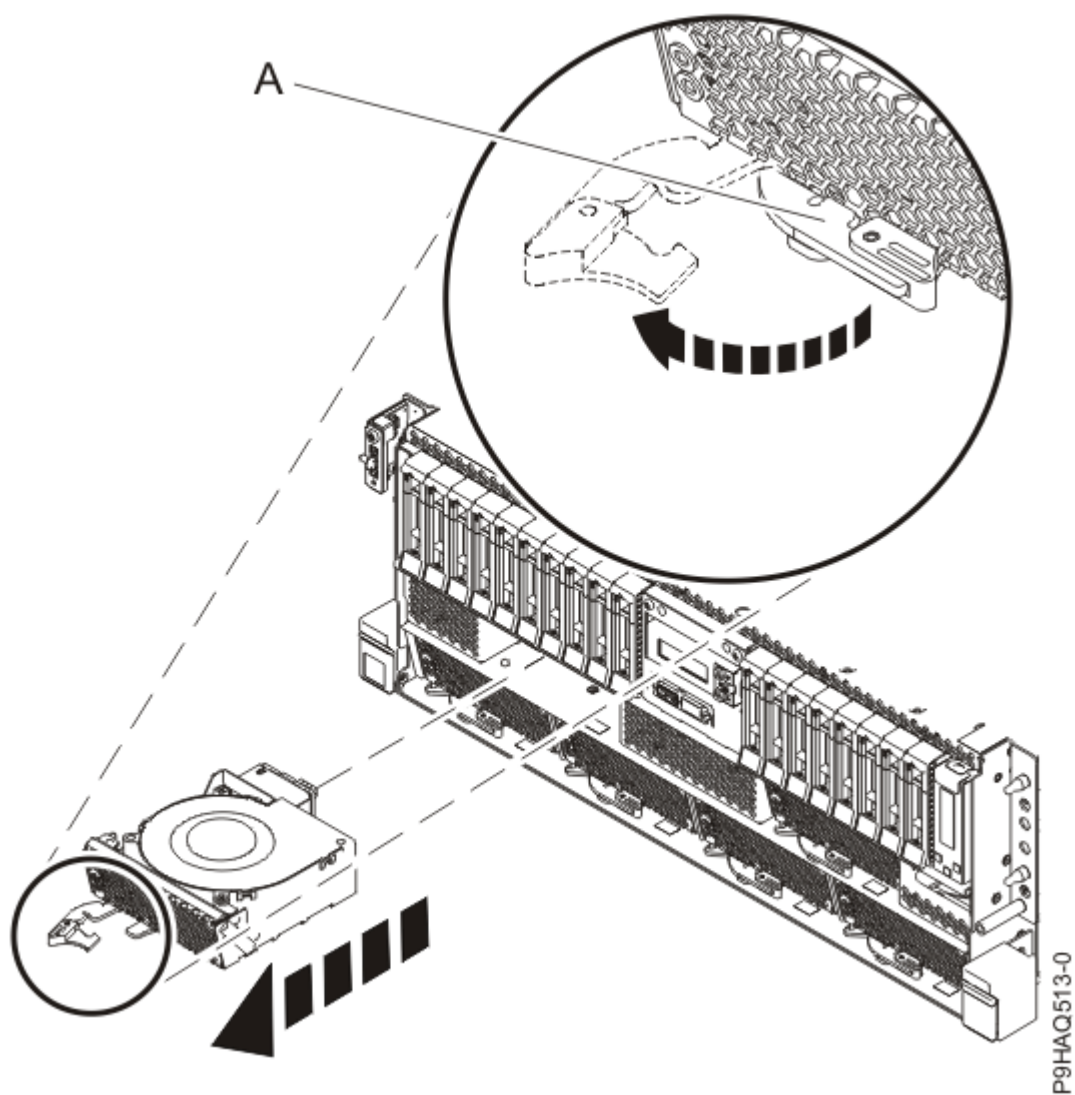

図 24. システムからのファンの取り外し
- a) ラッチ (30 ページの図 24 の (A)) の前面に親指を押し当て、ラッチの裏側に人差し指を当てます。
- c) ハンドルを、30 ページの図 24 に示されている方向に回転させて、ファンをスロットからアンロックします。
- d) ハンドルをつかんだまま、ファンの底部をもう一方の手で支えながらファンをスロットから引き出します (30 ページの図 24 を参照)。